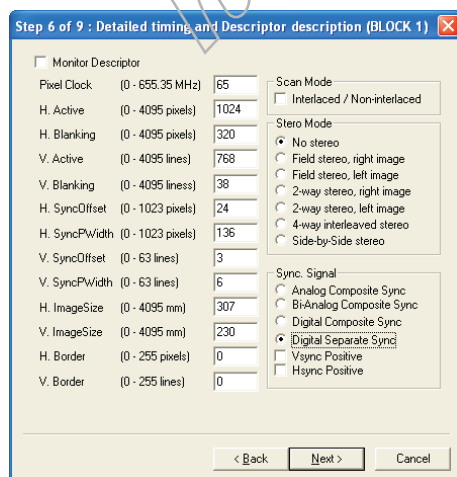

Fig. 19
5. Click **Next** , bring up Fig. 19.